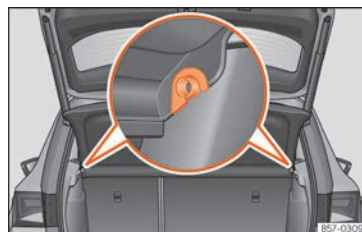

Abb. 171 Im Gepäckraum: Gepäckraumabdeckung aus- und einbauen.
- Drücken Sie die Abdeckung aus den Seitenhalterungen »» Abb. 171 aus, indem Sie diese nach oben ziehen und herausnehmen.
- Führen Sie die Abdeckung horizontal ein, so dass das „Hufeisen“ über den Achsen der Halter »» Abb. 171 liegt und drücken Sie die Abdeckung nach unten, bis sie einrastet.